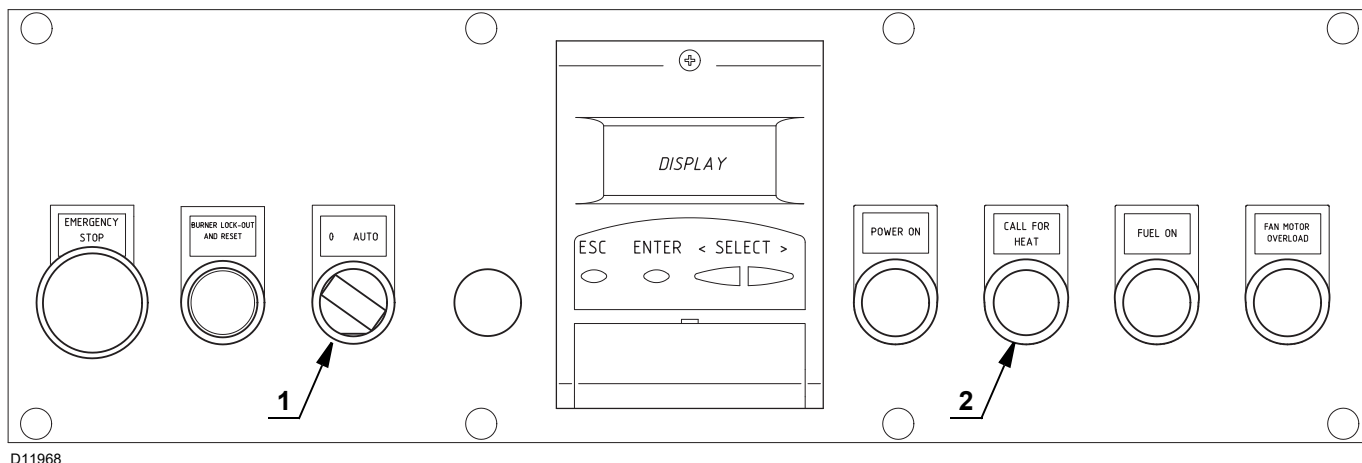

Fig. 29
Fermer les télécommandes et mettre le sélecteur 1) (Fig. 29) sur «**AUTO**».
À la fermeture du thermostat limite (TL), il faut allumer le signal de demande de chaleur «**CALL FOR HEAT**» 2) (Fig. 29) et le brûleur commence le cycle de démarrage.